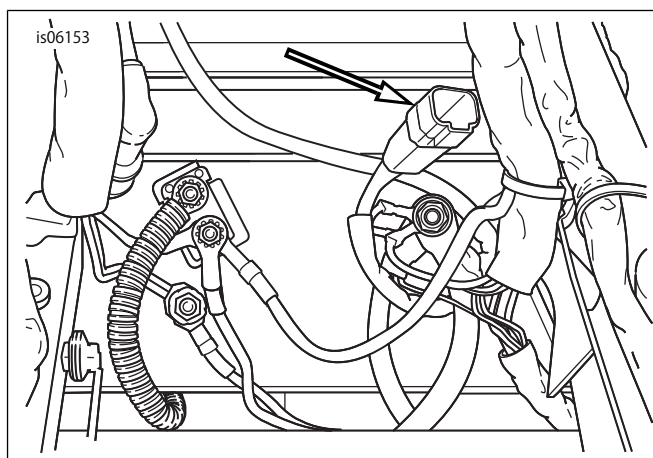

図2。シート下のアクセサリコネクター [4] の位置
4. キットからアダプターハーネス (7) を用意します。「図2」を参照してください。シート下にある4極アクセサリコネクター [4] の位置を確認します。アクセサリコネクターからプラグを外します。